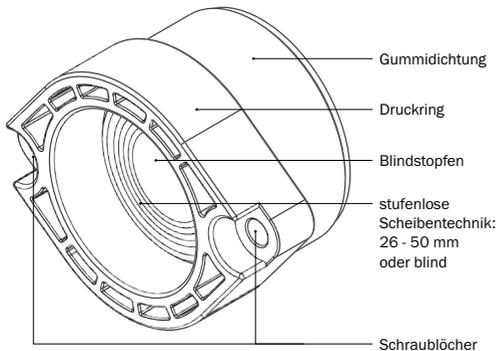

Abbildung 5.1: **KRASO® BKP Dichteinsatz - Wasser** - Scheibentechnik
- Entfernen Sie den Blindstopfen des **KRASO® BKP Dichteinsatzes - Wasser** - und passen Sie die Gummidichtung anhand der vorgegebenen Scheibentechnik entsprechend dem Rohrlitungsdurchmesser an (s. Abbildung 5.1).